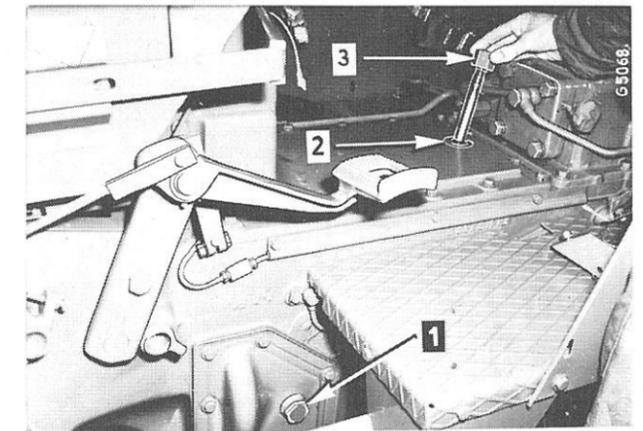
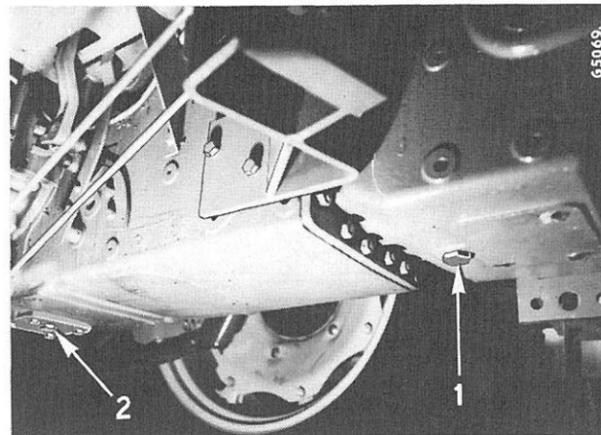

Fig. 66
Fig. 67
Vérifiez le niveau d'huile lorsque le tracteur est sur un terrain plat. Retirez le bouchon de niveau (1) Fig. 66.
Retirez le bouchon de remplissage (3) Fig. 66 et les bouchons de vidange (1 - 2) Fig. 67, pendant que l'huile est encore chaude, et videz l'huile dans un récipient adéquat.
Remplissez le carter de transmission d'huile de qualité recommandée, par l'orifice de remplissage (2), Fig. 66 jusqu'à ce que l'huile commence à s'écouler par le bouchon de niveau (1).